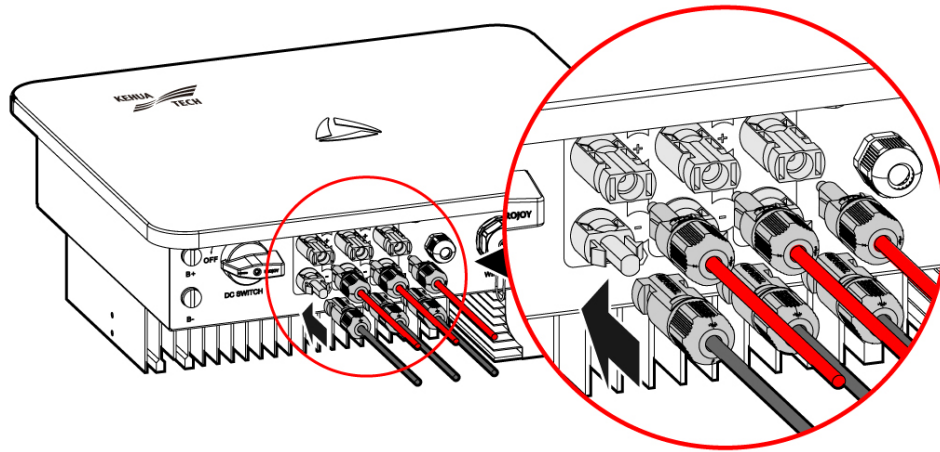
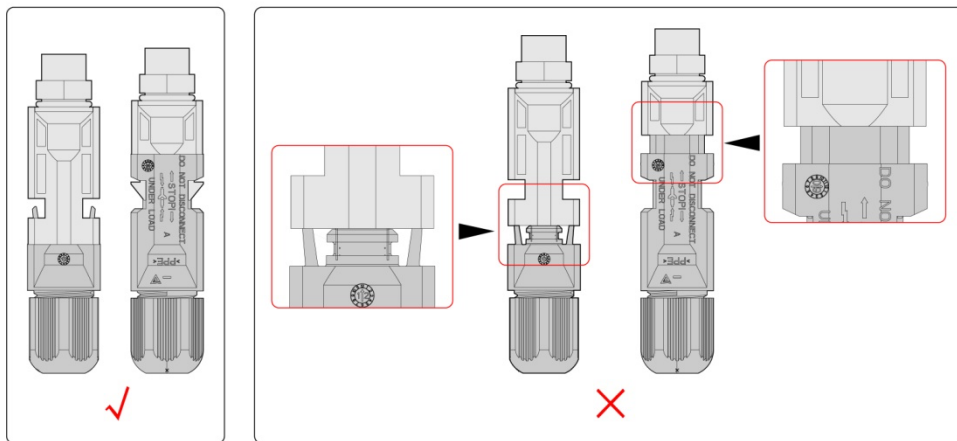

Figura3-21 Conexão de conectores fotovoltaicos
Figura3-22 Método de instalação do conector fotovoltaico
- Etapa 6 Insira os conectores positivos e negativos nos terminais fotovoltaicos "+" e "-" na parte inferior do inversor, respectivamente (como exibido na Figura3-21). Quando você ouvir um clique, significará que a conexão estará boa (como exibido na Figura3-22).